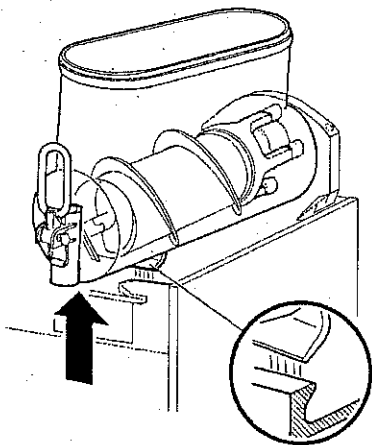
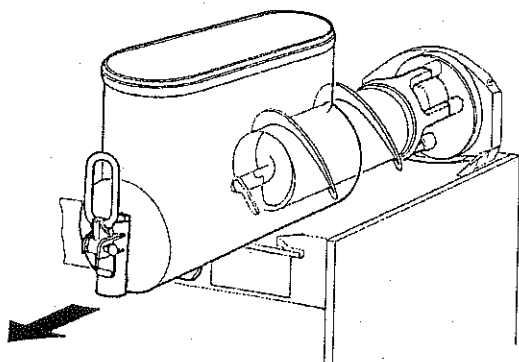

Fig. 7
Fig. 8
3. Tag beholderen af ved at løfte den op i "hansiden" og af fastgørelseskroge (se fig. 7), og træk den ud (se fig. 8).